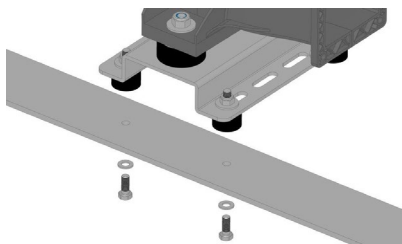

FIGURA 3
1. Fije el ventilador a una planta/máquina utilizando tornillos M8 adecuados (no suministrados). (FIGURA 3);